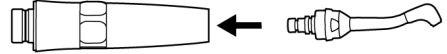

Fig. 29
4. Insérez l'embout de la pièce à main (Fig. 29).